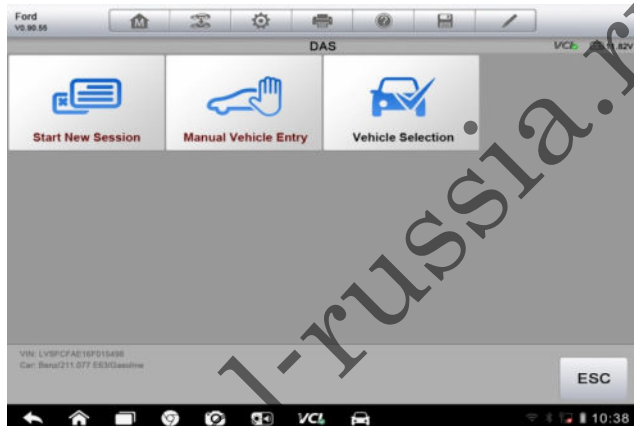

Рисунок 4-5 Пример меню выбора авт омобил я
4. Выберите **Manual Vehicle Entry** [Ручной ввод информации об автомобиле] в меню выбора автомобиля. (Рисунок 4-5). Отобразится последовательность информационных окон. Нажмите кнопку **Yes** [Да], чтобы продолжить.